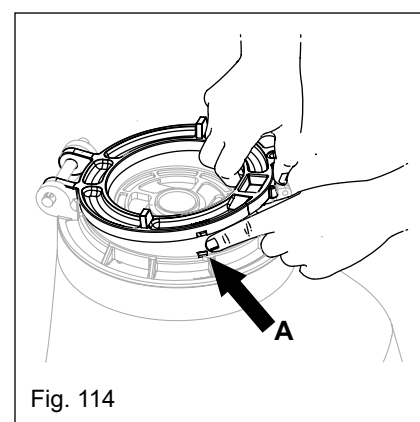

Fig. 114
g) Coloque o calço do disco, posicionando os chanfros com a base do disco "A" (Fig. 114). Feche a base apertando o parafuso borboleta. Em seguida, gire o disco manualmente para certificar-se de que ele está girando livremente. Por fim monte o conjunto na unidade semeadora.